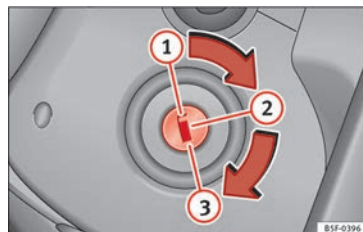

Fig. 148 Positions de la clé de contact.
Dans cette position » fig. 148 l'allumage et le moteur sont déconnectés, ce qui peut bloquer la direction. »
- Amenez la clé de contact en position » **fig. 148** . Le témoin  s'allumera en cas de préchauffage du moteur.
- Amenez la clé de contact en position »  fig. 148 .